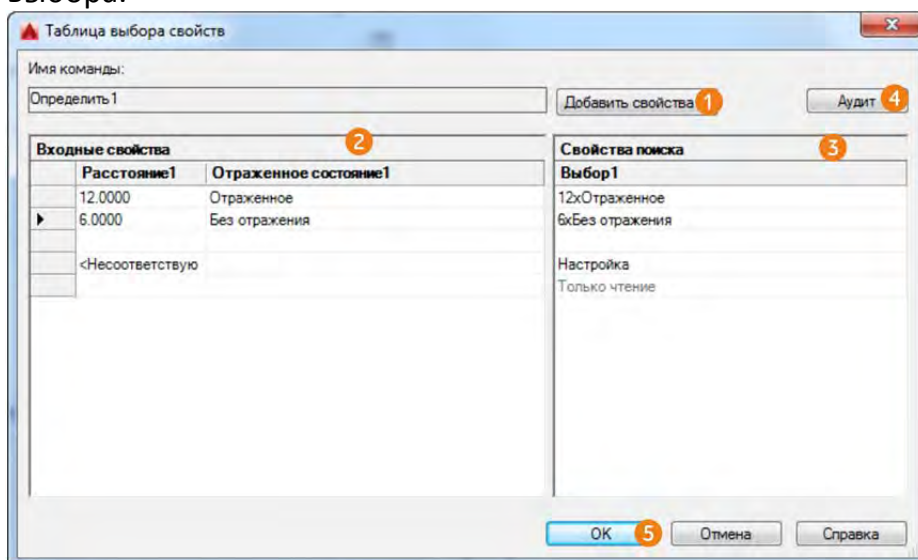

Рисунок 9.33 Диалоговое окно «Таблица выбора свойств»
- Нажмите кнопку «Добавить свойства» (рисунок 9.33 пункт 1). В появившемся диалоговом окне «Добавление свойств параметров» выберем нужные свойства, в нашем случае «Расстояние1» и «Отраженное состояние 1» и нажмем «Ок». В области «Входные свойства» диалогового окна «Таблица выбора свойств» (рисунок 9.33 пункт 2) появятся два столбца с названиями, идентичными названиям свойств.
«Свойства поиска» (рисунок 9.33 пункт 3) в первой строке (напротив строки с заданными значениями) введем название, например, «12хОтраженное» (название может быть любым и не обязательно должно быть связано со значениями свойств параметров).
- Для проверки правильности введенных значений и названий нажмем на кнопку «Аудит» (рисунок 9.33 пункт 4). Если значения были введены правильно, появится сообщение «В таблице выбора свойств не найдено ошибок», в противном случае будет выдана ошибка, например «Обнаружена пустая ячейка».
- Для завершения построения таблицы выбора нажмите «Ок» (рисунок 9.33 пункт 5).